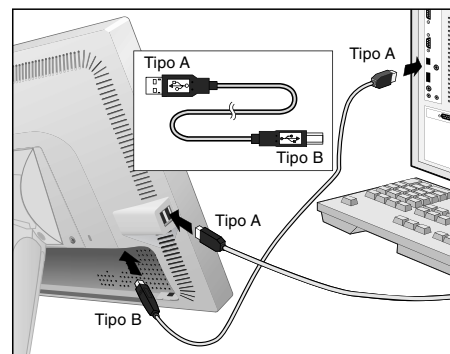

Figura C.4a
6. Conecte todos los cables en los conectores correspondientes (**figura C.4**). Al utilizar el cable USB, conecte el conector del tipo B al puerto USB de upstream en la parte trasera derecha del monitor y el conector del tipo A al puerto de downstream del ordenador (**figura C.4a**). Si puede usar el cable del dispositivo USB, utilice uno de los puertos de downstream situados a un lado del monitor (Cable USB: sólo el modelo WNX).